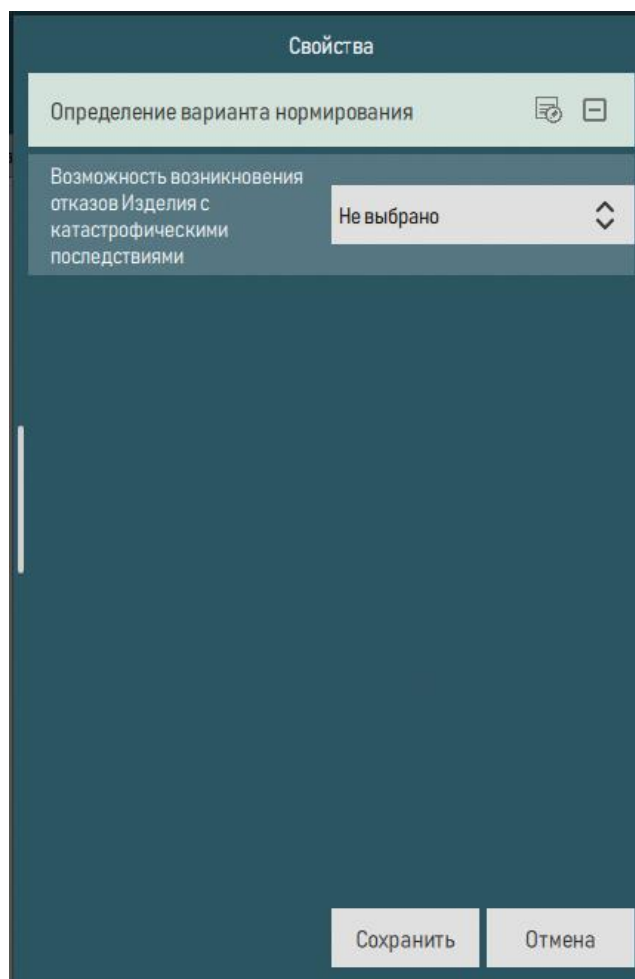

Рисунок 125 – Окно «Свойства»
4) В открывшемся окне «Свойства» (рисунок 125) в секции «Определение варианта нормирования» выполнить следующие действия:
7) После заполнения всех значений параметров, в окне «Создать» (см. рисунок 125) нажать кнопку «Создать» для создания проекта или кнопку «Заккрыть» для отмены создания проекта.